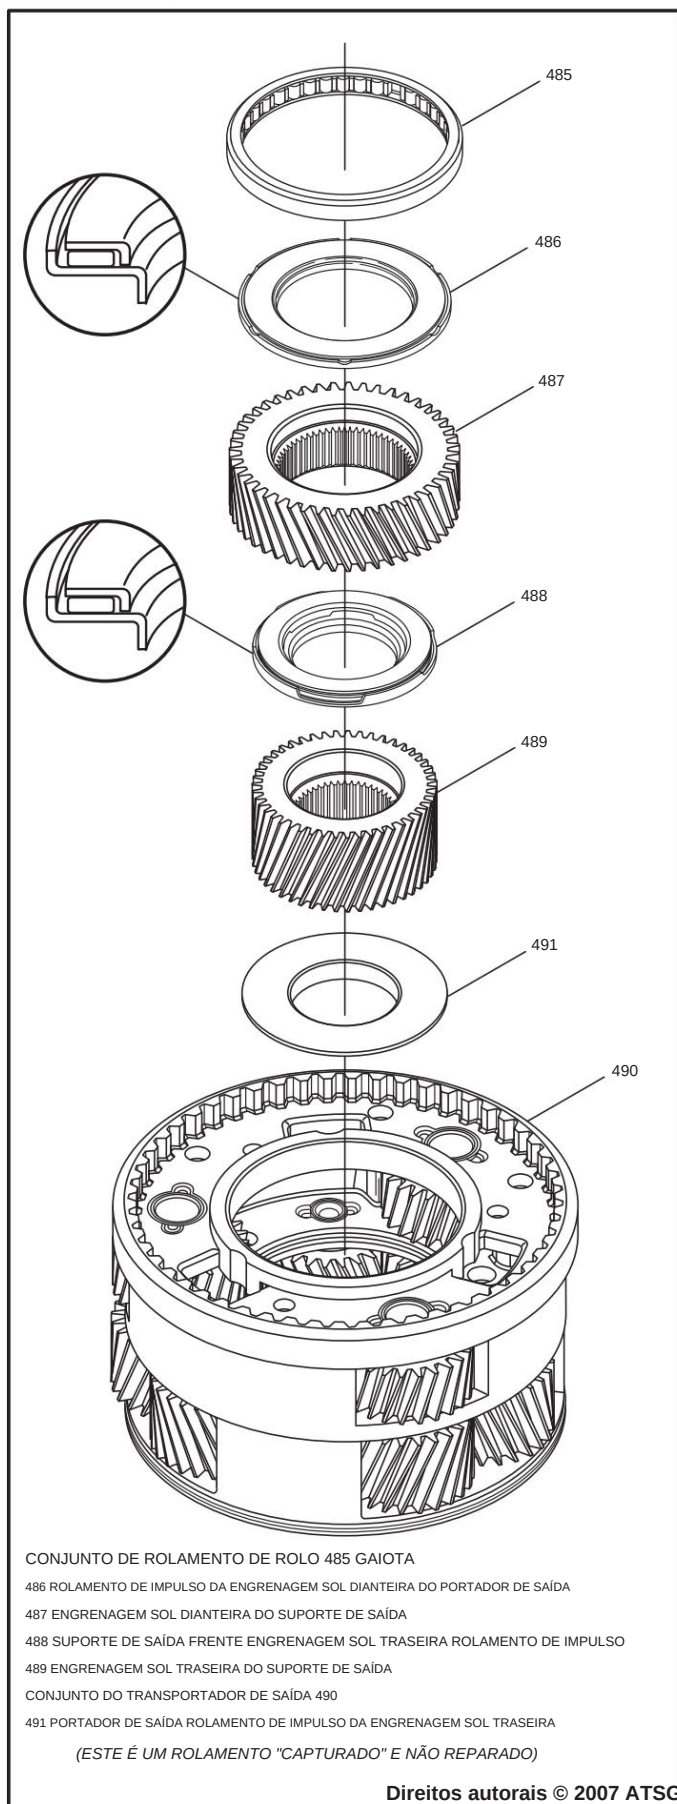

Figura 126
8. Instale a engrenagem solar traseira do suporte de saída, conforme mostrado na Figura 126.
9. Instale o rolamento de encosto traseiro da engrenagem solar traseira na direção mostrada na Figura 126.
10. Instale a engrenagem solar dianteira no transportador, conforme mostrado na Figura 126.
11. Instale o rolamento axial dianteiro da engrenagem solar dianteira na direção mostrada na Figura 126.